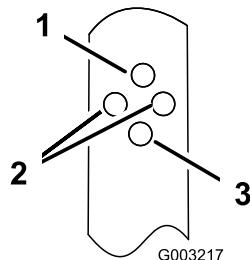

Figure 18
- Insérez le boulon dans le trou de chaque support de sorte à régler le guidon à la hauteur voulue (Figure 18).